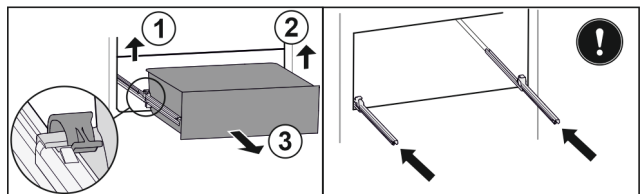

Fig. 62
- Soulever la bride gauche et tirer dans le même temps la partie gauche du tiroir vers l'avant. Fig. 62 (1)
- Soulever la bride droite et tirer dans le même temps la partie droite du tiroir vers l'avant. Fig. 62 (2)
- Retirer le tiroir par l'avant. Fig. 62 (3)